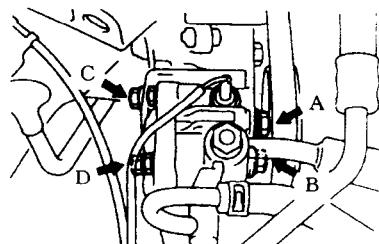

图 25 动力转向泵固定螺栓——埃
- ①断开蓄电池负极接线。
- ②取下发电机传动带。
- ③松开动力转向泵固定螺栓 A、B、C 和 D，共 4 个。
- ④旋转动力转向泵枢轴指向水泵，取下传动带（图 25）。
- ①将传动带安装到相应的带轮上。
- ②用一杠杆传动力转向泵远离水泵带轮，同时用张力仪测量传动带张力，使张力达到如下标准：新传动带为 110.2 ~ 154.3lbf (490 ~ 686N)；旧传动带为 77.2 ~ 99.2lbf (343 ~ 441N)；也可用另一种方法：在